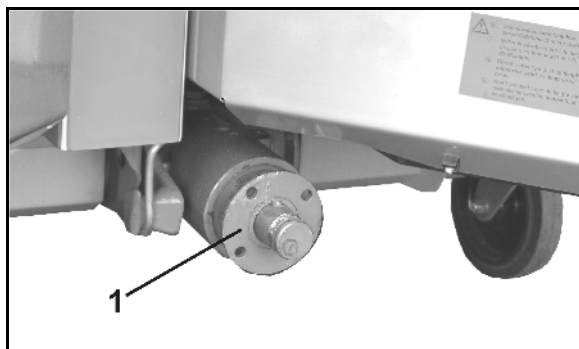

Fig. 37
1. Træk flangebøsningen (Fig. 37/1) af gearets indgangsaksel med en aftrækker.
4. Skru låseskruen ud (Fig. 37/6).
Sørg for, at pasfjedrene (Fig. 37/5) dækkes helt til!